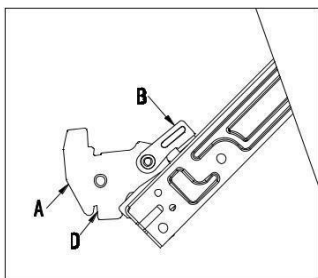

Рис.11-1
1. Откройте дверцу полностью и поднимите два рычага «В» (рис. 11-1);